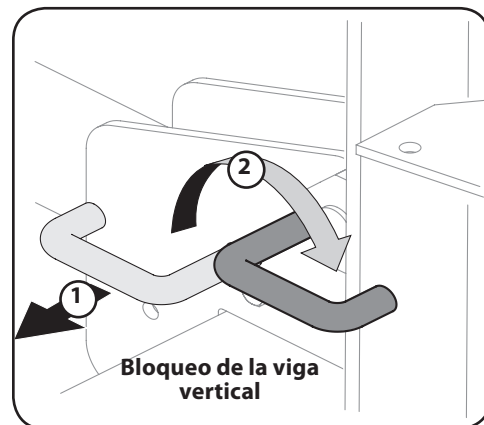

Figura 4-3
- b. Para trabar la vigueta en posición vertical, tire del bloqueo de vigueta vertical hacia afuera y gírela para ajustar la vigueta. Vea la Figura 4-3.